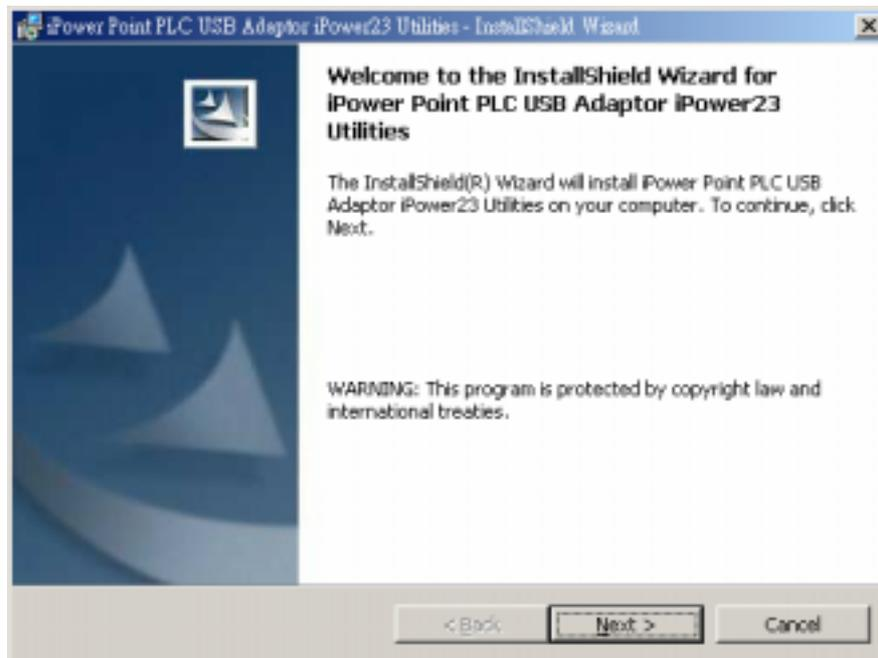

Bild 1
2. Die Anwendung wird nun wie im Bild 1 gezeigt gestartet.